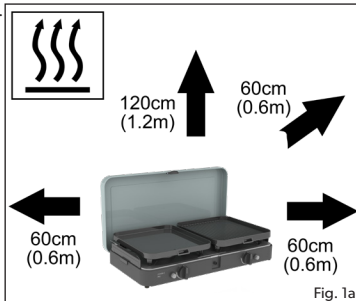

Fig. 1a
- Zorg ervoor dat het toestel gebruikt wordt op afstand van brandbare materialen. Minimale veilige afstanden boven het toestel - 1,2m, aan de achterkant en zijkanalen - 0.6m. (fig.1a)